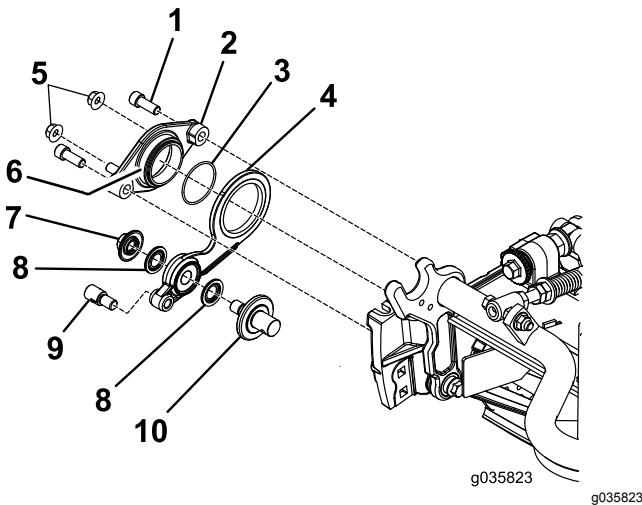

Figura 9
1. Montate le parti che compongono il gruppo tendicinghia come mostrato nella Figura 9. Serrate il dado flangiato ($\frac{3}{4}$ "") ad un valore compreso tra 37 e 45 N·m; serrate il collare di regolazione tra 33 e 41 N·m.
4. Applicate un composto frenafiletto sul diametro esterno del gruppo del mozzo girevole (Figura 9).
5. Fissate il mozzo girevole sul gruppo tendicinghia al cilindro utilizzando 2 bulloni a esagono incassato (Figura 9).
6. Montate, senza serrarli, i 2 dadi di bloccaggio sul mozzo girevole (Figura 9).